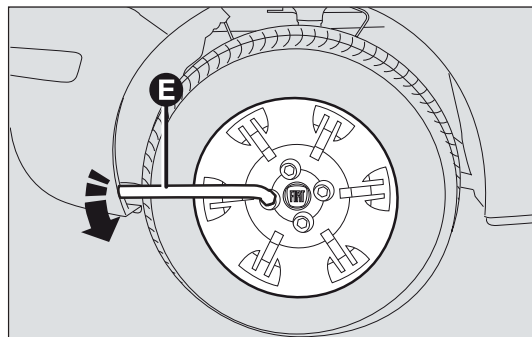

fig. 123
- ☐ allentare di circa un giro i bulloni di fissaggio della ruota da sostituire con la chiave in dotazione **E**-fig. 123;